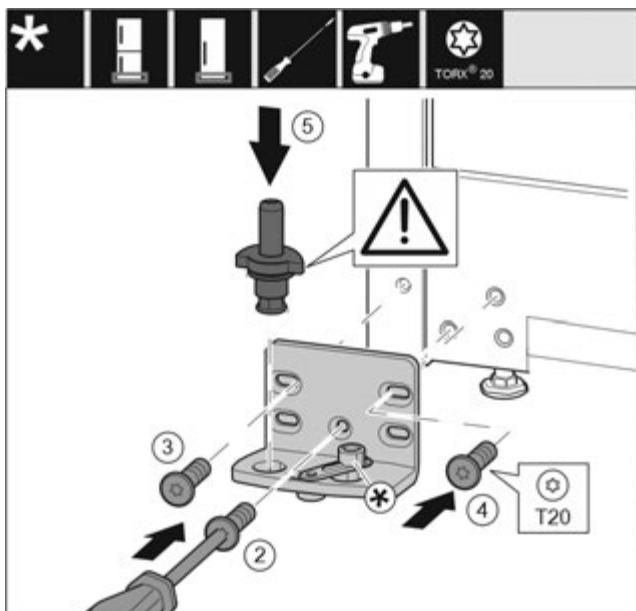

Fig. 17
- ▶ Встановіть опорний кронштейн з іншого боку і закріпіть гвинтами за допомогою викрутки T20. Почніть із гвинта 2 знизу посередині. Fig. 17 (2)
- ▶ Закрутіть гвинти 3 та 4. Fig. 17 (3,4)
- ▶ Вставте цілком опорний гвинт. При цьому виступ фіксаційного кільця повинен бути спрямований назад. Fig. 17 (5)